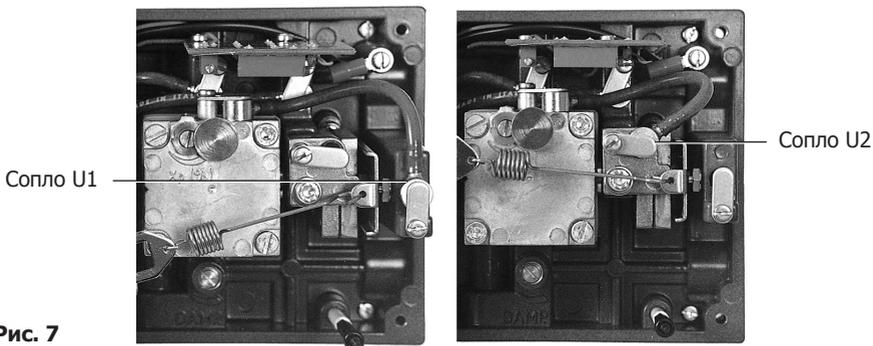

Рис. 7
- а. Подключите сопло U1 или U2 (см. рис. 7) и